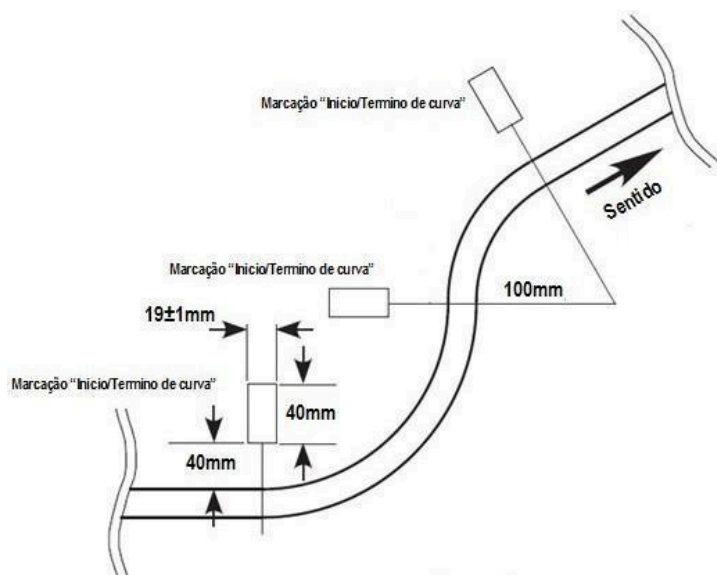

Figura 4: raios e marcações de mudança de curvatura.
- O raio dos arcos é de no mínimo 100 mm (vide figura 4).
- Haverá uma marcação no lado esquerdo da linha (em relação ao sentido do percurso) no ponto em que houver alteração da curvatura (vide figura 4).
- Um percurso pode ter arcos com diferentes curvaturas ligadas continuamente, sempre observando os itens 4.13 e 4.14 (vide figura 4).